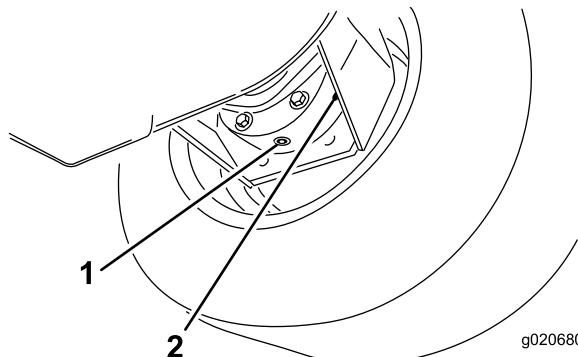

Figura 63
- Mettete una bacinella sotto la scatola del freno, togliete il tappo di spurgo e lasciate defluire l'olio (Figura 63).